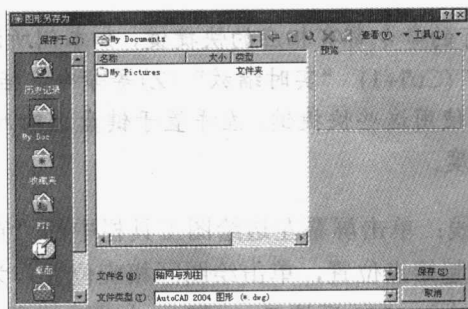

图 1-3 “图形另存为”对话框
(3) 保存图形：选择“文件”→“保存”命令或单击“保存”按钮来保存文件，会出现如图 1-3 所示的“图形另存为”对话框；在“保存于”后的下拉列表框中选择存放文件的位置，在对话框下方的“文件名”文本框中输入“轴网与列柱”作为该文件的文件名。